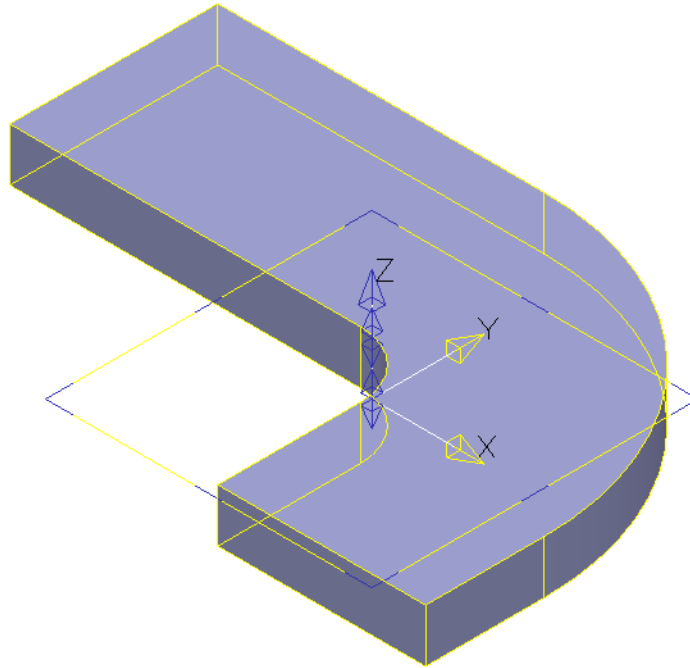

Figura 2.93 Sólido de extrusión creado.
- Hacer doble clic sobre el sólido para abrir el cuadro de dialogo Extrusión, modificar el parámetro Longitud a 13, en la pestaña Espacio de trabajo seleccionar Rotar alrededor de Z , se abre la Calculadora, introducir el valor de -90 y pulsar Aceptar, hacer clic en Aceptar del formulario Extrusión (Figura 2.93).